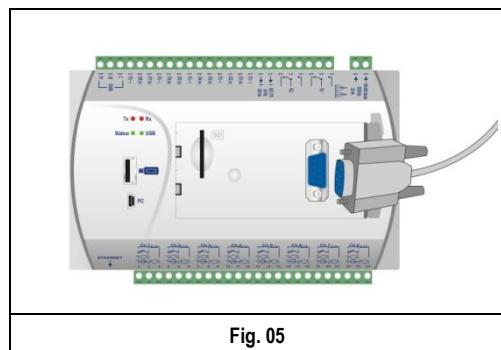

Fig. 05
5. Fixar a outra extremidade do cabo no *FieldLogger*, parafusando-o. A tampa do *FieldLogger* deverá ser retirada para o acesso ao conector DB9 (**Fig. 05**).
5. Fije la otra extremidad del cable en el *FieldLogger*, entornillándolo. La tapa del *FieldLogger* deberá ser retirada para el acceso al conector DB9 (**Fig. 05**).
5. Branchez l'autre extrémité du câble au *FieldLogger*, le vissant. Le couvercle du *FieldLogger* devra être enlevé pour l'accès au connecteur DB9 (**Fig. 05**).
5. Attach the other end of the *FieldLogger* cable, screwing it. The *FieldLogger* lid must be taken off to access the DB9 connector (**Fig. 05**).